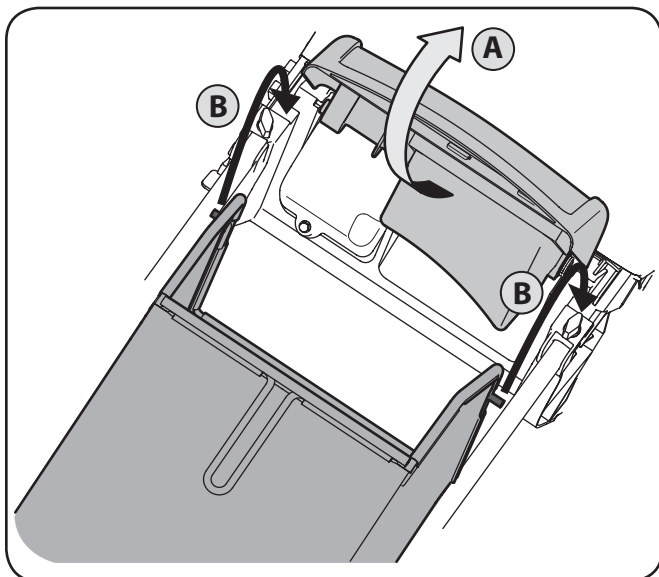

Figura 3-8
- b. Lugar de colección de césped en las ranuras en el mango entre corchetes como se muestra en Figura 3-8. Suelte la puerta de descarga de modo que descansa sobre el colector de césped.